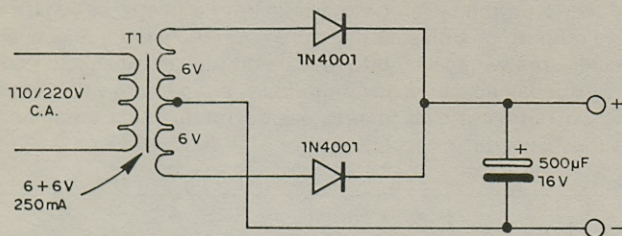

Figura 8
Com a utilização no circuito prático de lâmpadas de 6V x 50 mA, baixo consumo portanto, podemos alimentar a unidade por meio de pilhas, mas para maior economia pode ser feita uma fonte que permite sua conexão à rede, conforme mostra a figura 8.
e) Para a alimentação pela rede damos o circuito completo da fonte na figura 8. Na sua montagem observe cuidadosamente a polaridade dos diodos e do capacitor eletrolítico. Para lâmpadas de 50 mA ou leds o transformador pode ter correntes entre 250 mA e 600 mA. Para lâmpadas de maior corrente deve ser usado um transformador de mais de 600 mA.